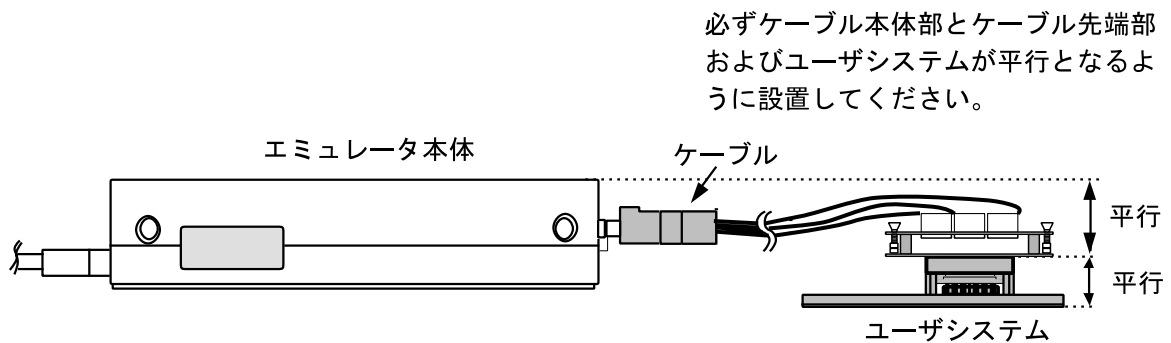

図11 設置例
- (1) ユーザシステムへの接続時には1ピン位置に十分注意して、誤接続は絶対にしないでください。
- (2) 本ユーザシステムインタフェースケーブルを使用する場合の推奨マウントパッド寸法は、MCU実装用マウントパッド寸法とは異なりますので注意してください。
- (3) 本ユーザシステムインタフェースケーブルは、HS2646EPI61Hエミュレータ専用ですので、他のエミュレータ本体には使用しないでください。
- (4) ケーブル本体部が断線する可能性がありますので、本ユーザシステムインタフェースケーブルの上に重いものや金属等の角の尖ったものを置かないでください。
- (5) ユーザシステムに接続した状態では、ユーザシステムインタフェースケーブル、特にケーブル先端部に無理な力が加わらないように注意する必要があります。図11の設置例を参照してご使用ください。